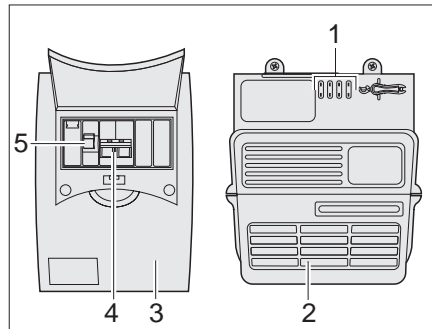

Bild 89 Netzgerät und Sicherungsa-
Der 230-V-Sicherungskasten (Bild 89,3) ist neben dem Netzgerät (Bild 89,2) montiert.
Im Sicherungskasten (Bild 89) befindet sich die Hauptsicherung (Bild 89,4) und ein Fehlerstromschutzschalter (Bild 89,5).
Der Fehlerstromschutzschalter (Bild 89,5) misst den Stromfluss von der Strom Hin- und Rückleitung. Besteht zwischen beiden Leitungen ein Gleichgewicht, wird der Fehlerstromschutzschalter nicht aktiv. Kommt es zu einer Differenz zwischen den Leitungen, unterbricht der Schalter den Stromfluss sofort. Dadurch verhindert er gefährliche Stromunfälle.
- Hauptschalter (Bild 89,4) nach oben auf Stellung "ON" drücken.
- Fehlerstromschutzschalter (Bild 89,5) nach oben auf Stellung "ON" drücken.